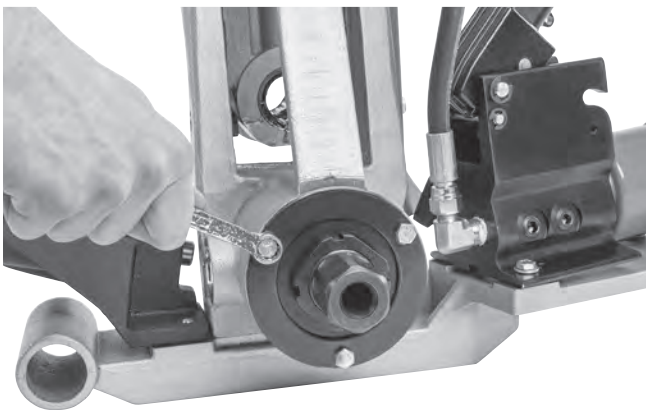

Abbildung 29 - Sechskantschrauben der Halteplatte entfernen
2. Entfernen Sie die Schrauben der hinteren Lagerhalteplatte und die Platte, *siehe Abbildung 29*.